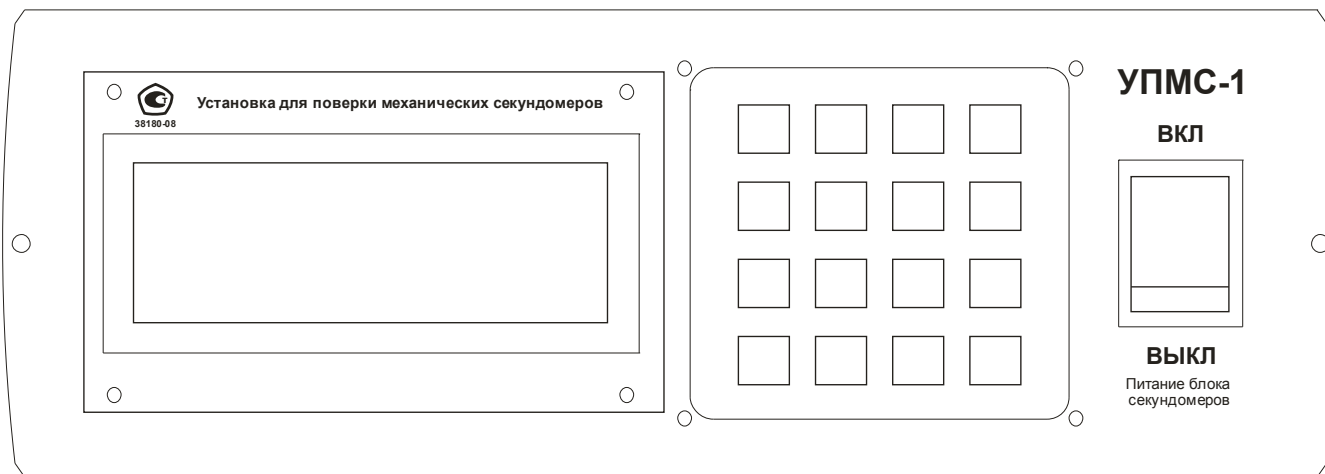

Рис. 2. Передняя панель УПМС-1.
1.4.8 На передней панели таймера (см. рис. 2) расположены: